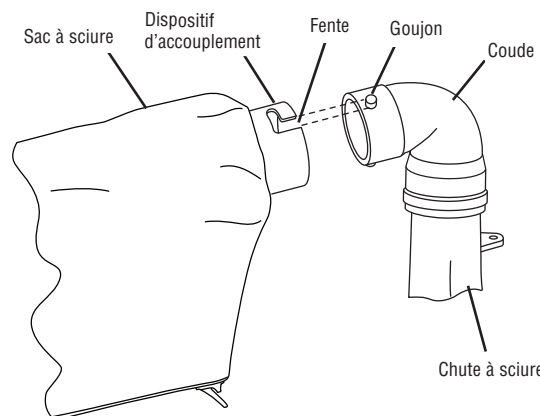

Figure 6
**Attachement (et enlèvement) du sac à sciure** – le coude est pourvu de goujons au-dessus et au-dessous de l'orifice de sortie, qui permettront d'engager l'extrémité d'accouplement de l'ensemble de sac de poussière. Pour attacher le sac à sciure, alignez les fentes du dispositif d'accouplement avec les goujons du coude, puis appuyez dessus et faites-le tourner dans le sens des aiguilles d'une montre. Pour retirer le sac à sciure, faites tourner le dispositif d'accouplement dans le sens contraire des aiguilles d'une montre, puis tirez dessus pour le détacher – laissez toujours le coude sur la chute à sciure (voir Figure 6).